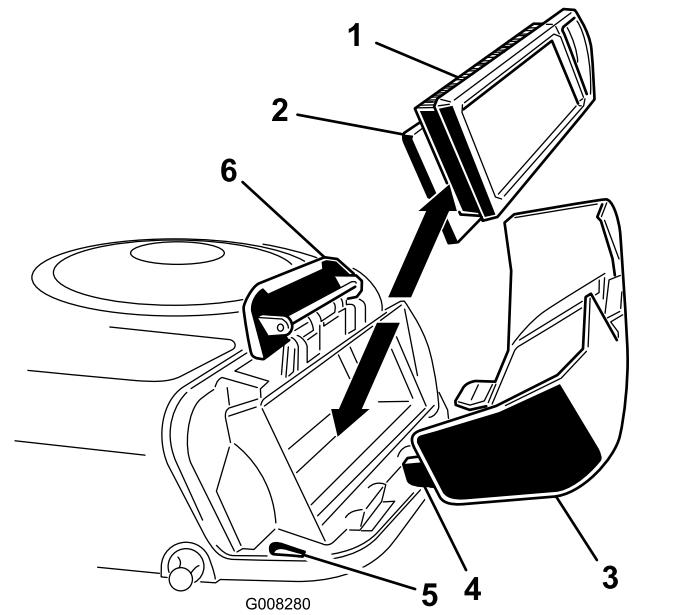

Figura 23
4. Deslice cuidadosamente el filtro de papel y el filtro de gomaespuma para retirarlos de la carcasa del soplador (Figura 23).
2. Alinee las pestañas de la tapa del limpiador de aire con las ranuras de la carcasa del soplador (Figura 23).